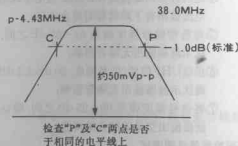

图3
- ⑤ PIF AGC 电压设定: 加 4.5 V 直流电压于 IF 装置 IC 201 的销①;
⑥ RF AGC 电压设定: 加 4 V 直流电压于调谐器 AGC 连接端;
⑦ 调节调谐器 IF 线圈, 使其波形如图 3 所示。